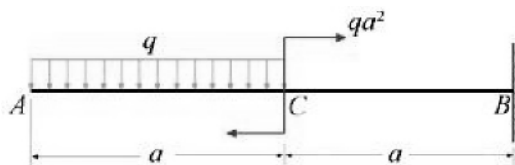

图 2-3
2. 悬臂梁受力如图 2-3 所示,试作出其剪力图与弯矩图。